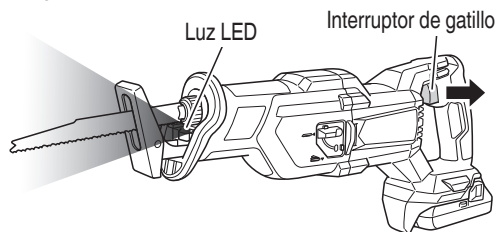

Fig. 25
4. Cómo utilizar la luz LED (Fig. 25)